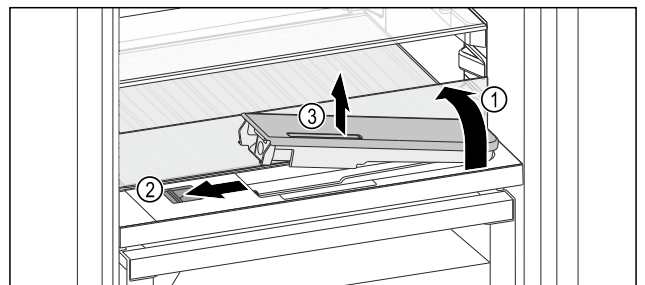

Fig. 151
- ▶ 抬起玻璃隔板，将其向后翻转至止挡 Fig. 151 (1)。
- ▶ 向左推滑块 Fig. 151 (2)。
- ▶ 取出水箱 Fig. 151 (3)。